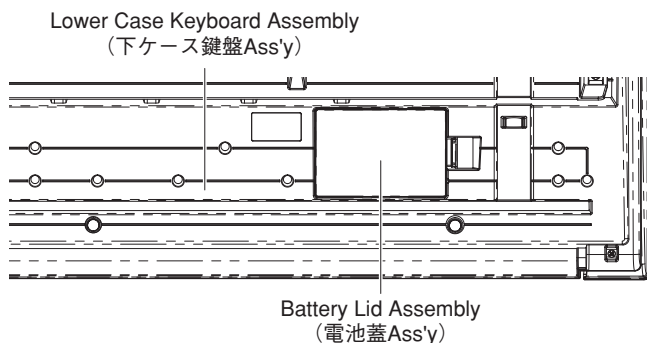

Fig. 8 (図8)
- 9-4 Reverse the lower case keyboard assembly and remove the battery lid assembly. (Fig. 8)
- 9-1 Remove the battery lid assembly at the bottom side of the lower case keyboard assembly. (Fig. 8)
- 9-4 下ケース鍵盤Ass'yを裏返して、電池蓋Ass'yを外します。(図8)
- 9-1 下ケース鍵盤Ass'y底面側の電池蓋Ass'yを外します。(図8)